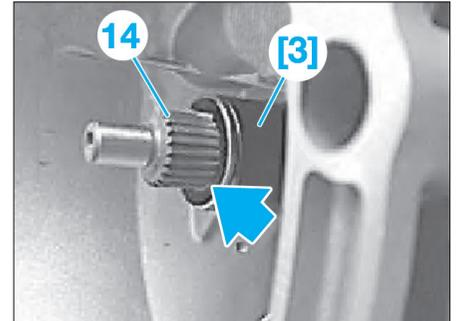

Fig. 14
- [3]. Bague raclouse de graisse (réf BMW : 21 2 221) (Fig.14).
- Monter, sur l'arbre primaire, la bague racleuse de graisse [3] jusqu'en butée (Fig.14).
- Graisser la denture (14). Retirer la bague racleuse de graisse [3].